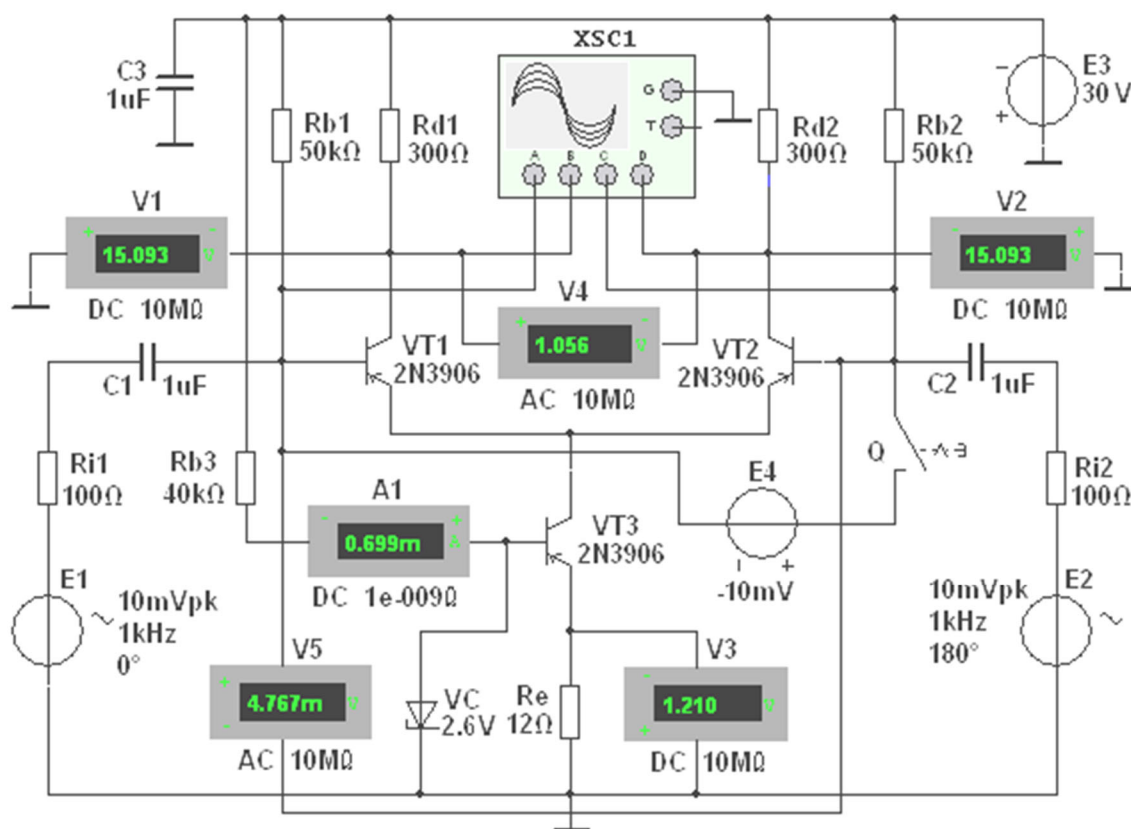
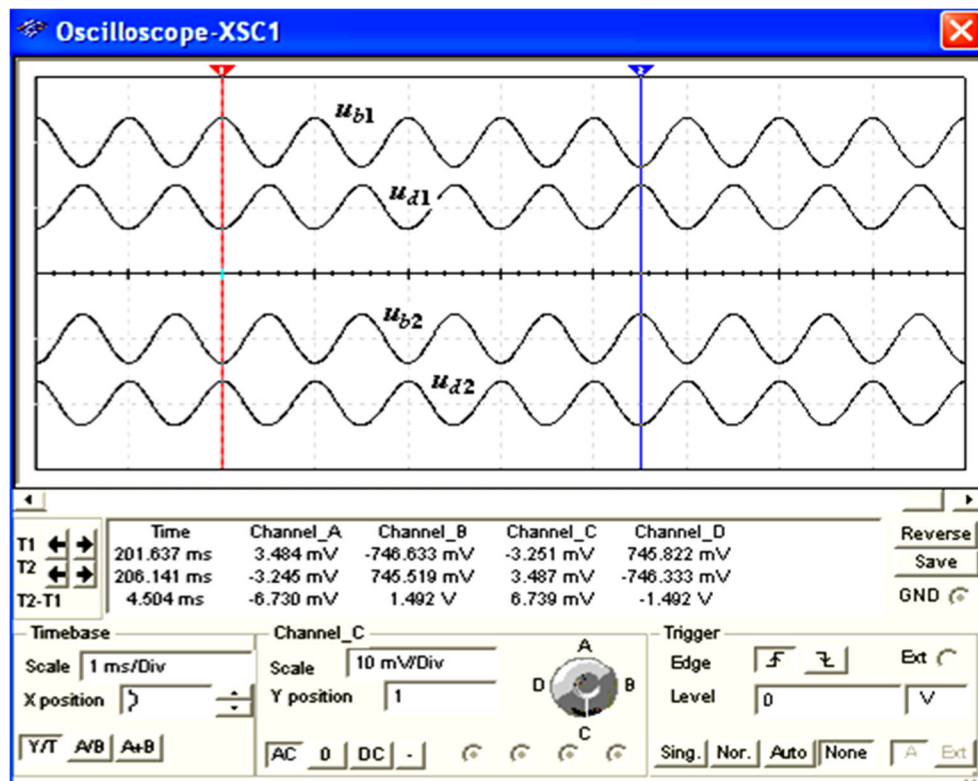

Рис. 24.14
Рис. 24.15
Задание 3. Открыть файл **24.14.ms10**, размещённый в папке **Circuit Design Suite 10.0** среды MS10, или **собрать** на рабочем поле среды MS10 *схему для испытания дифференциального усилителя на биполярных транзисторах* (рис. 24.14), **установить** параметры компонентов схемы и **скопировать** схему на страницу отчёта.
3.1. В схему (рис. 24.14) включены:
В качестве примера на рис. 24.15 представлены осциллограммы входных и выходных сигналов схемы (рис. 24.14), снятые с помощью четырёхканального осциллографа **XSC1**, откуда видно, что амплитуды выходного напряжения составляют около 1,49 В при амплитуде входного сигнала